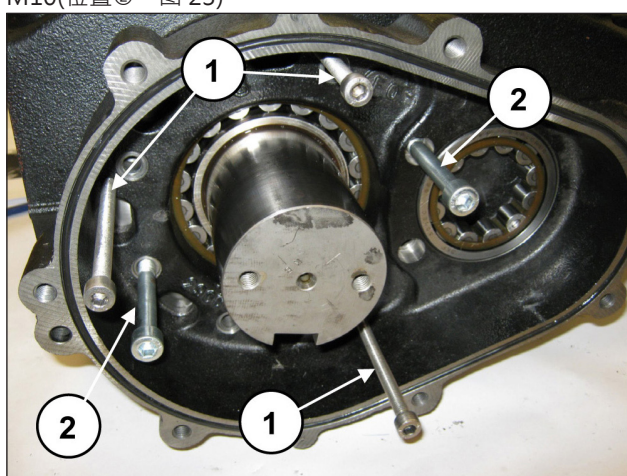

图 23
通过提取器在专用孔中定位3个螺纹螺栓或螺丝M8(位置①, 图 23) , 并通过减速齿轮箱支撑件定位足够长的两个螺丝M10(位置②, 图 23)。